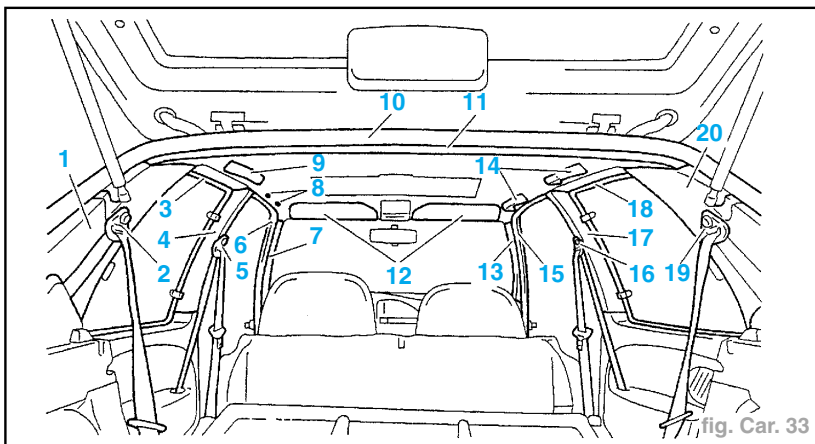
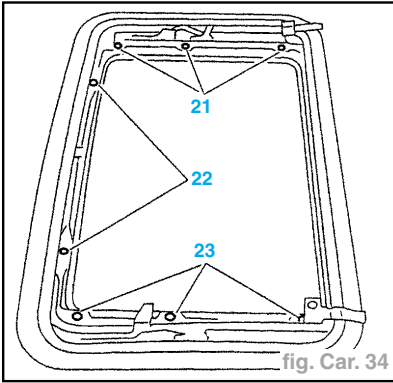

fig. Car. 33
fig. Car. 34
- Dégraffer partiellement le joint d'encadrement des éléments suivants (fig. Car. 33) :
- les portes AV (6) et (15),
- les custodes (3) et (18),
- l'entrée de volet (10).
- les ceintures de sécurité AR (2) et (19),
- les ceintures de sécurité AV (5) et (16),
- les poignées de maintien (9) et (14),
- les obturateurs (8),
- les pare-soleil et le crochet de maintien (12),
- la finition AR de pavillon (11),
- les finitions AV (7) et (13),
- les finitions centrales (4) et (17).
- Écarter les garnitures de custode (1) et (20).
- Déposer (fig. Car. 34) :
- les vis (21) et (23) (fixations latérales),
- les vis (22) (fixations AV).